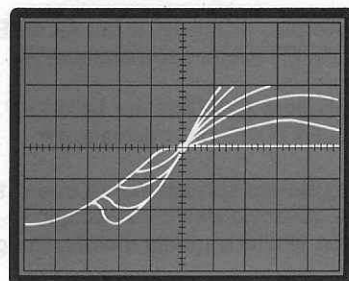

Fig.38 Se le connessioni G-D-S risultano corrette, sullo schermo dell'oscilloscopio vi apparirà questa figura. Le tracce di Gate possono anche essere 4 o 3.
b) Se appare una traccia come visibile in fig.38, significa che risultano invertite fra loro le connessioni di DRAIN e di SOURCE.